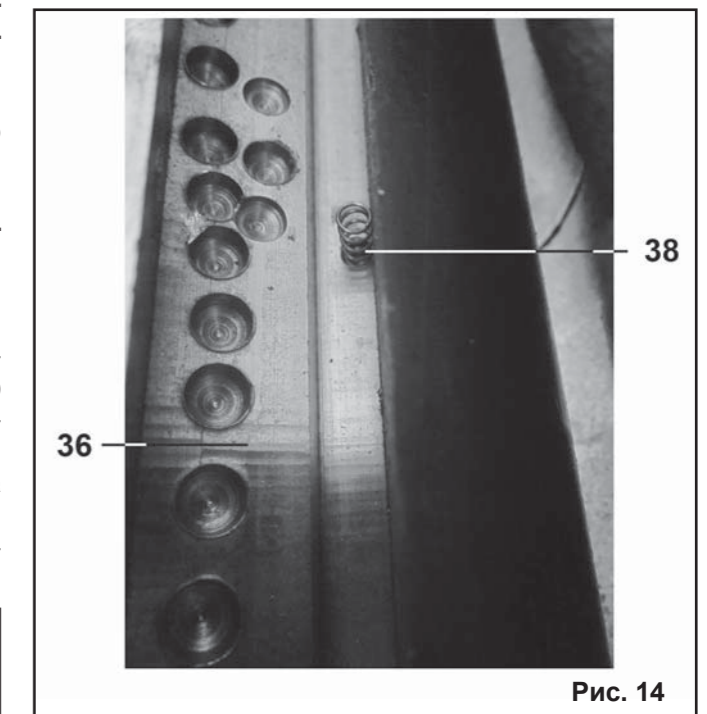

Рис. 14
10.3.3. Строгальные ножи (37) устанавливаются в строгальном валу (36) на две пружины (38), расположенные по краям вала (Рис. 14).